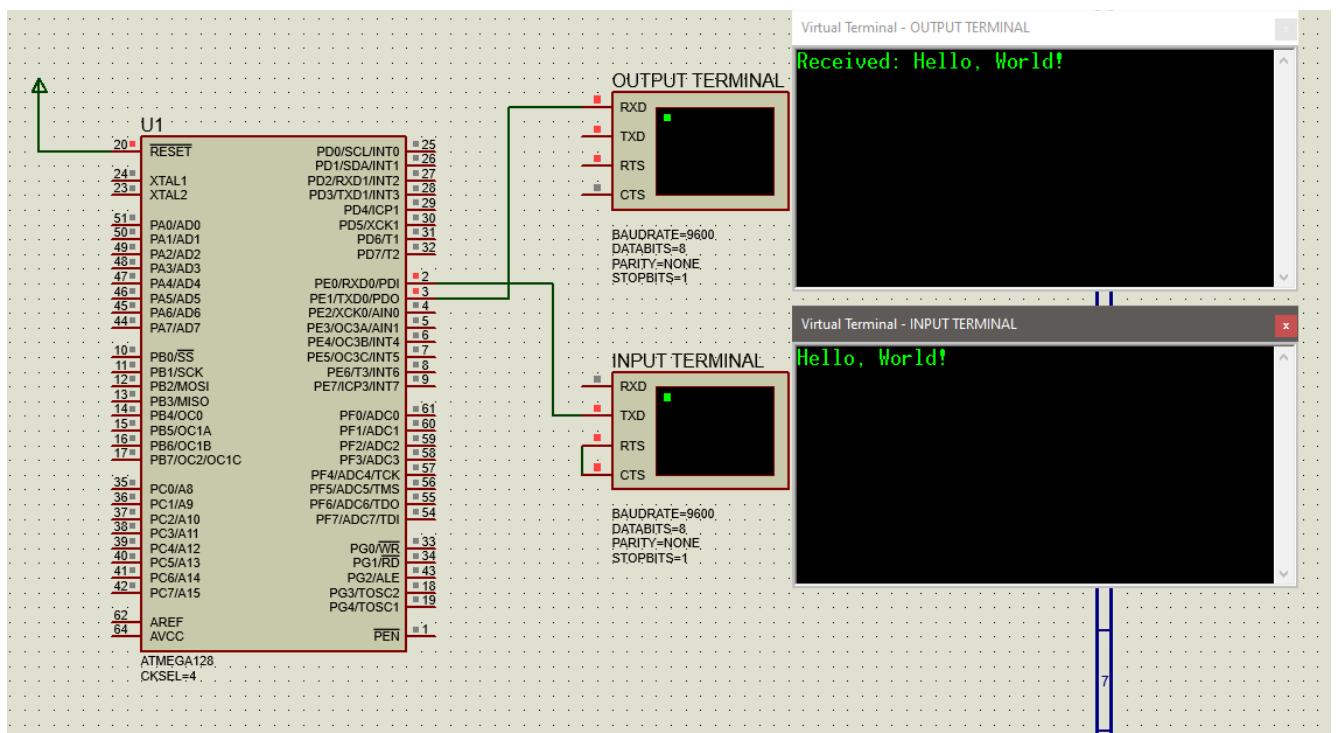

Рис.8.4 – Передача повідомлення за допомогою UART протоколу між двома терміналами.
1. На основі UART протоколу реалізувати підключення 2х терміналів (рис.8.4)